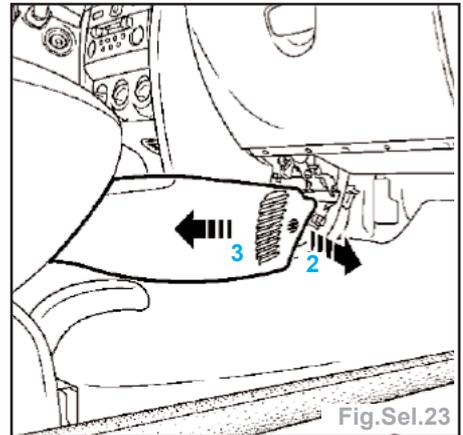

Fig.Sel.23
- déclipper l'avant de la console (2) (Fig. Sel.23),
- dégager la console centrale (3).